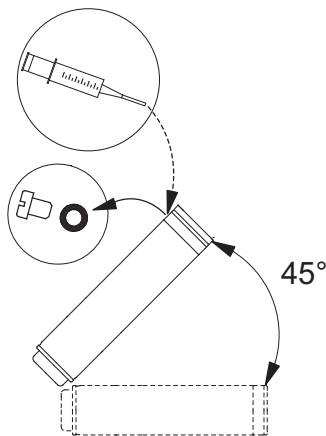

Fig. 3 Posição do motor durante o enchimento – MS6 e MS 6000
- Se o motor for fornecido do stock, o nível do líquido do motor tem de ser verificado, ver fig. 3.
- No caso de uma reparação o nível do líquido tem de ser verificado, ver fig. 3.
1. Colocar a bomba submersível tal como se exemplifica na fig. 3. O orifício de enchimento deve ficar no ponto mais alto do motor.
3. Injectar o líquido no motor com a ajuda de uma seringa de enchimento, fig. 3, até o líquido começar a transbordar pelo orifício.